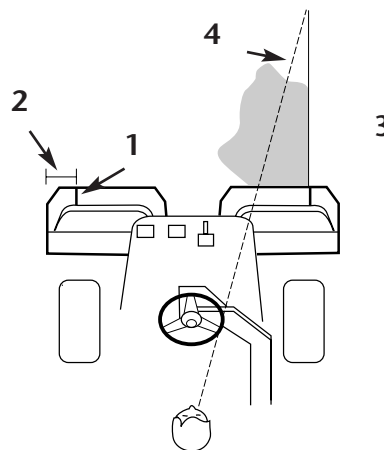

Bild 21
2. Entweder einen Streifen von weißem Klebeband oder eine Line mit weißer Farbe parallel mit der äußeren Kante jedes Korbes anbringen (Bild 21).
3. Bei erneuten Überläufen so wenig wie möglich überlappen. Um gerade Spuren über den Rasen zu hinterlassen, die Maschine immer im gleichen Abstand vom Rand des vorigen Schnitts halten und einen imaginären Richtpunkt 2 bis 3 Meter vor der Maschine auf der ungemähten Rasenfläche halten (Bild 21). Gewissen Personen fällt es leichter, den äußeren Rand des Lenkrads mit in das Blickfeld aufzunehmen, d.h. den äußeren Rand des Lenkrads mit einem Punkt abzustimmen, der immer im gleichen Abstand vor der Vorderseite der Maschine liegt (Bild 21).